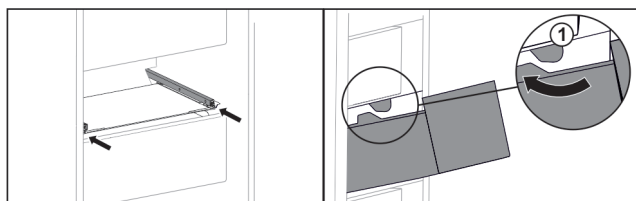

Fig. 38
- ▶ Poprowadzić szufladę wokół stoperów Fig. 38 (1).